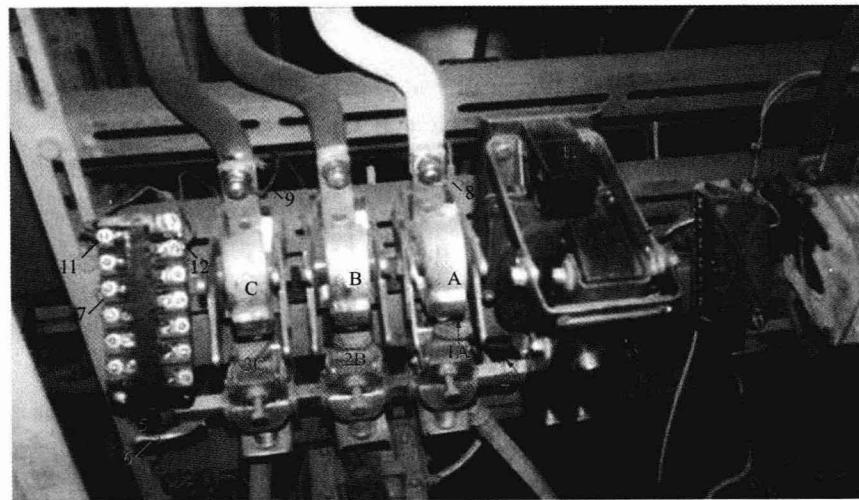
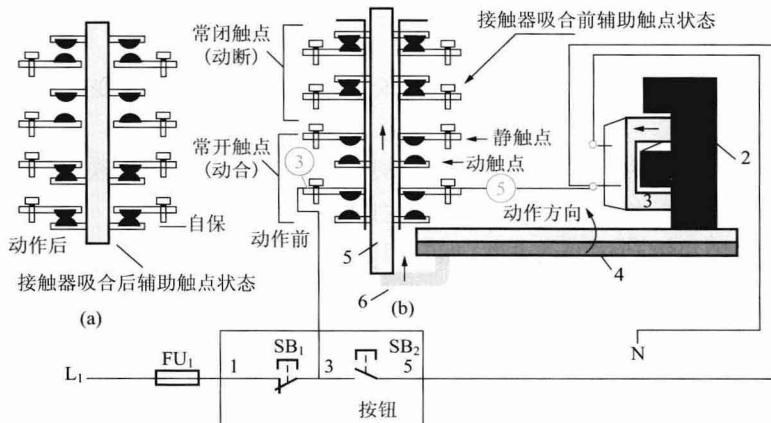

图 2 CJ10-150A 交流接触器三相消弧罩卸下后的实物相片
图 3 接触器接线原理与辅助开关触点状态示意图
(2) 条架式接触器的动作原理。如图 2 和图 3 所示,当线圈两端的线头接通额定工作电压 380V 或 220V 时,线圈 3 获电,动铁心 2 受到电磁力作用,沿箭头的方向向静铁心(线圈内)移动(闭合),动铁心上附带的传动方轴 4 向箭头方向转动,带着主动触点 1A、2B、3C 与静触点 A、B、C 接触(紧密接触),从而使主回路接通。
转换衡铁 4 下固定一块辅助开关撞板 6,随衡铁转动向上运动,箭头方向如图 2 所示,顶压辅助开关动触点框架 5 向箭头方向运动。
当接触器主触点闭合时,辅助动合触点随之闭合,动断触点改变为断开的状态,如图 3 所示,接触器完成闭合动作。线圈断电后,动磁铁失去电磁吸力,在自重与弹簧反作用力下,